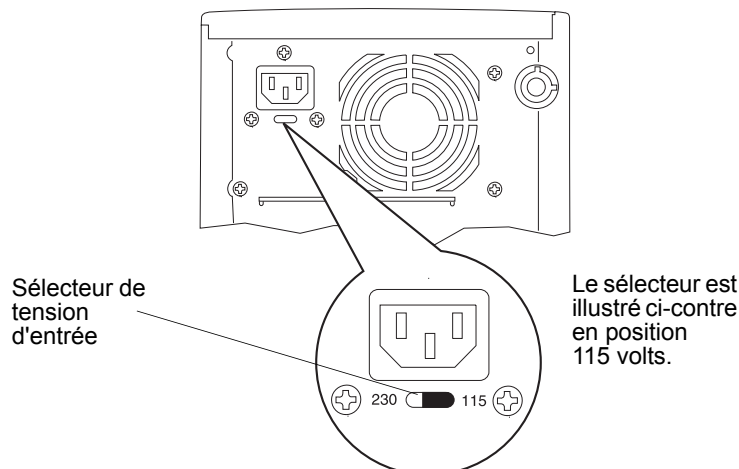

Figure 1-4. Sélecteur de tension d’entrée
2. Connectez le cordon d’alimentation du moniteur et celui de hp server à une prise de courant reliée à la terre. Voir la Figure 1-4.